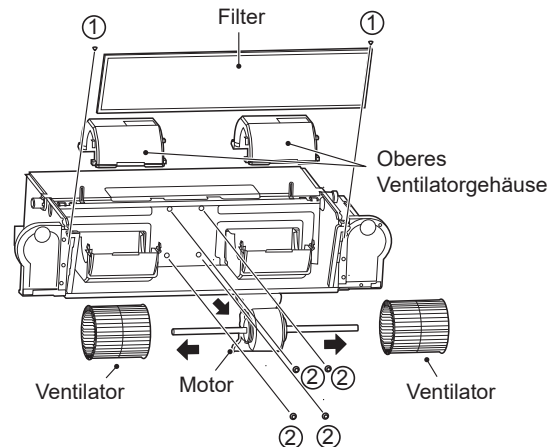

Abb. 4-5 Entfernen des Filters, des Oberteils und der Schrauben des Motors
- Wie in Abbildung 4-5 dargestellt, entfernen Sie die 2 Schrauben ①, um den Filter herauszunehmen. Entfernen Sie dann die Abdeckung.